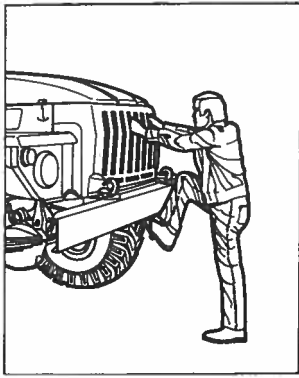

Рис. 3. Прием использования подножки и ребер облицовки радиатора при подъеме на буфер и спуска с него
3. Чтобы подняться на буйфер автомобиля или спуститься с него, используют подножку, центральное и крайнее левое (по ходу автомобиля) ребра облицовки радиатора, имеющие на внутренней стороне вкладыши (рис. 3).